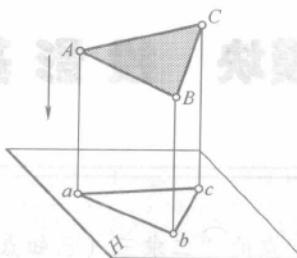

图 1-4 平行投影形成示意图
物体在光照下，会在墙上或地上产生影子，根据这种现象，人们创造了投影法，如图 1-1~图 1-4 所示。
- 平行投影法：投射线相互平行的投影法称为平行投影法，如图 1-4 所示。
- 正投影法：投射线与投影面相垂直的平行投影法称为正投影法，如图 1-4 左图所示。
- 斜投影法：投射线与投影面相倾斜的平行投影法称为斜投影法，如图 1-4 右图所示。